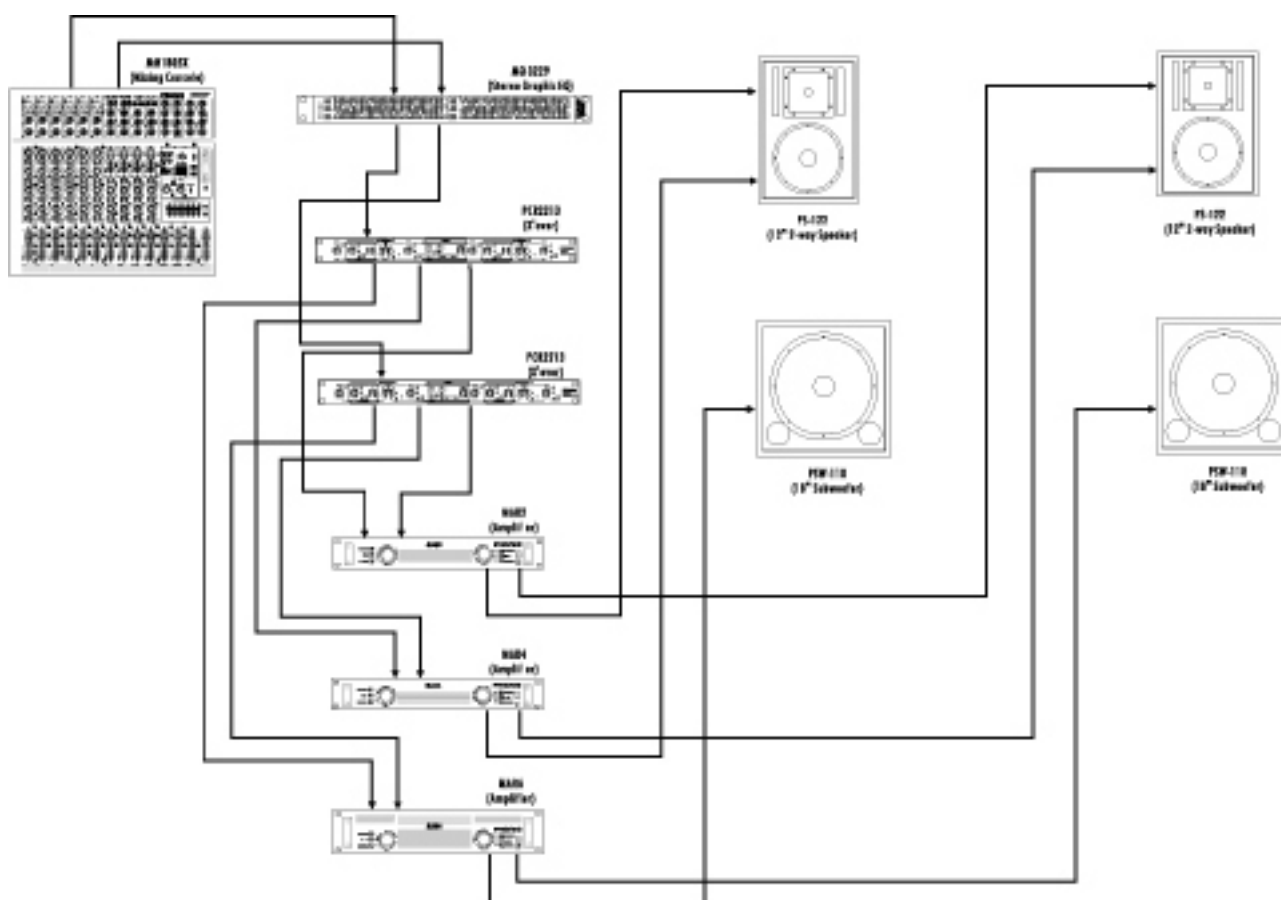

Рисунок 2: ТИПОВАЯ АКТИВНАЯ ТРЕХПОЛОСНАЯ СИСТЕМА.
2.2 ТРЕХПОЛОСНАЯ СИСТЕМА (см. рисунок 2).